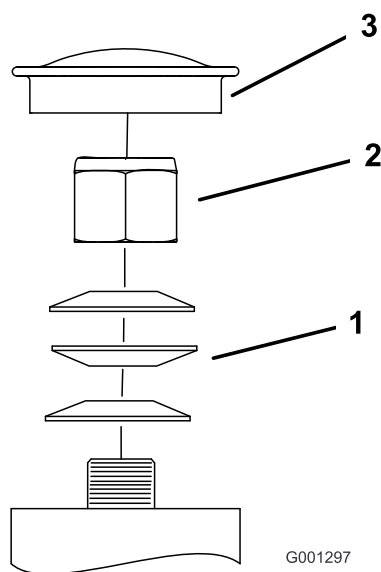

Figura 56
3. Toggieite il coperchietto antipolvere dalla ruota orientabile e serrate il dado di bloccaggio (Figura 56).
4. Serrate il dado di bloccaggio finché le rondelle elastiche non sono piate, quindi allentate di un quarto di giro per mettere punto il precarico sui cuscinetti (Figura 56).
Importante: Verificate che le rondelle elastiche siano correttamente montate, come riportato nella Figura 56.
5. Montate il coperchietto antipolvere (Figura 56).